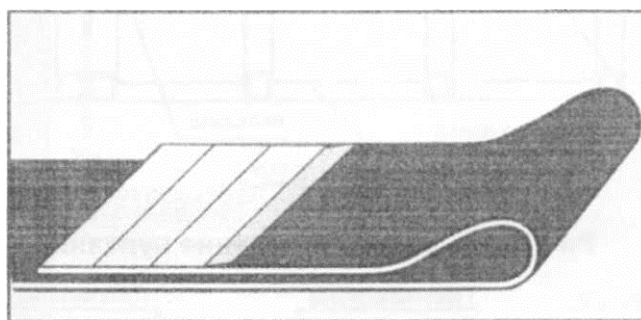

Рисунок 21 – Разделка ленты
► Затем подобным образом удалить последующие слои тканевых прокладок, оформив ступенчатый стык. Резину по краям ленты удалять при помощи специального специального изогнутого ножа (Рисунок 21).
5.12.4 На нагреватели уложить вкладыш и две пневмоподушки (Рисунок 21).